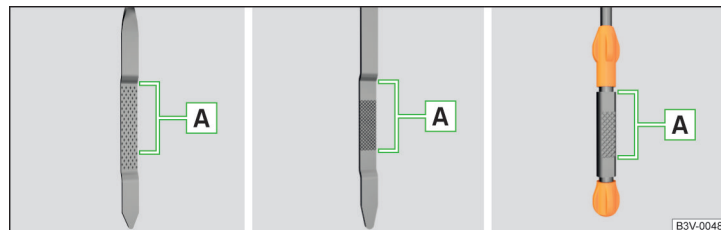

Fig. 239 Modelos de varillas del nivel de aceite
El nivel de aceite tiene que situarse en la zona **A** » fig. 239. Si el nivel de aceite se encuentra por debajo de la zona **A** se debe rellenar aceite.
- El nivel de aceite no debe estar nunca fuera de la zona **A** » fig. 239 - ¡De lo contrario existe riesgo de daños del motor, así como en el sistema de gases de escape!